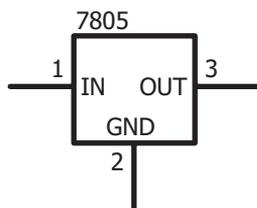

Рис. 11.2. Обозначение стабилизатора напряжения 7805
На рис. 11.2 показано, как стабилизатор 7805 изображается на принципиальных схемах. Если смотреть со стороны маркировки, левый вывод (IN) служит для подачи входного напряжения, центральный вывод (GND) подключается к «земле» и правый вывод (OUT) отдает выходное напряжение 5 В. Металлический язычок сверху с круглым отверстием позволяет смонтировать стабилизатор на массивной металлической основе, которую часто называют теплоотводом или радиатором. Наличие радиатора обязательно, если ток нагрузки близок к максимальному (1 А), потому что в таком режиме работы стабилизатор 7805 очень сильно нагревается. Металлический язычок соединен также с выводом GND. В данном проекте нам потребуется один стабилизатор напряжения 7805.